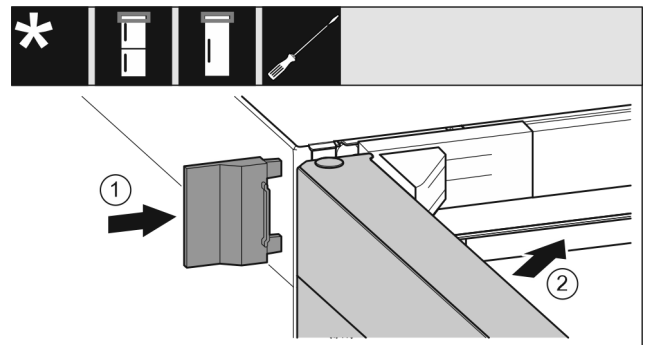

Fig. 25
- ▶ Skyv på det ytre dekslet Fig. 25 (1).
- ▶ Lukk den øvre døren Fig. 25 (2).